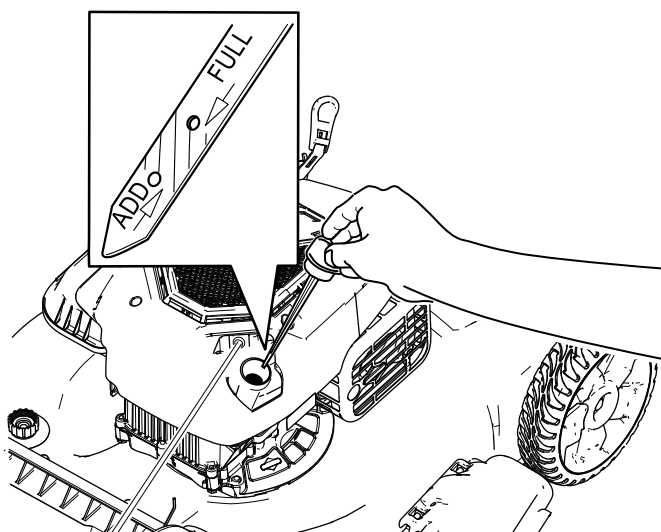

Figure 6
2. Tournez le bouchon dans le sens antihoraire et sortez la jauge (Figure 6).
6. Vérifiez le niveau d'huile indiqué par la jauge (Figure 6).